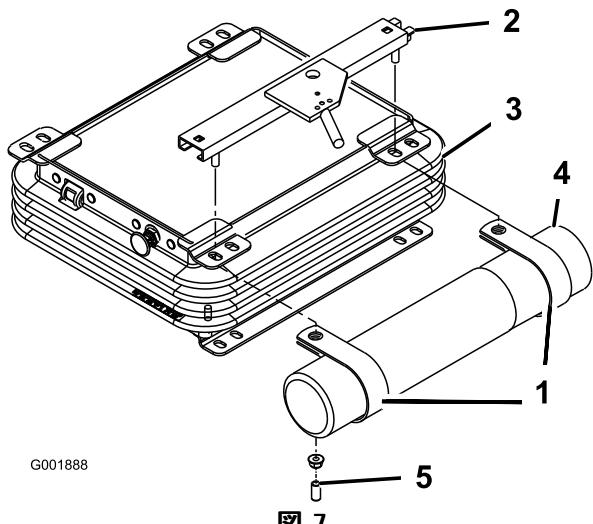

図 7
2. 上シート・ブラケットをシート・サスペンションの左側に固定しているナット2個とビニル・キャップを取り外す（既に取り付けていた場合）（図 7）。
3. 今はずしたナット2個でR クランプをシート・ブラケットのスタッドに仮止めする（図 7）。R クランプはシート・サスペンションのタブの下になるように取り付けること。
4. R クランプに筒を取り付け、ナットを締め付ける（図 7）。